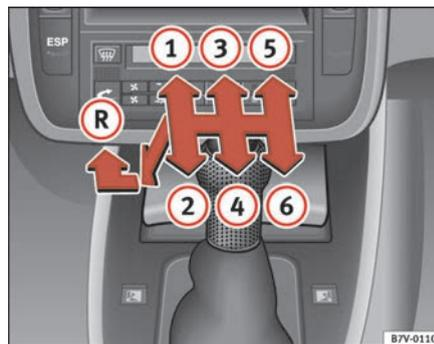

Fig. 127 Leva del cambio con schema delle marce
- Mettere la leva ⇒ pag. 176, fig. 127 sulla posizione di mezzo (folle).